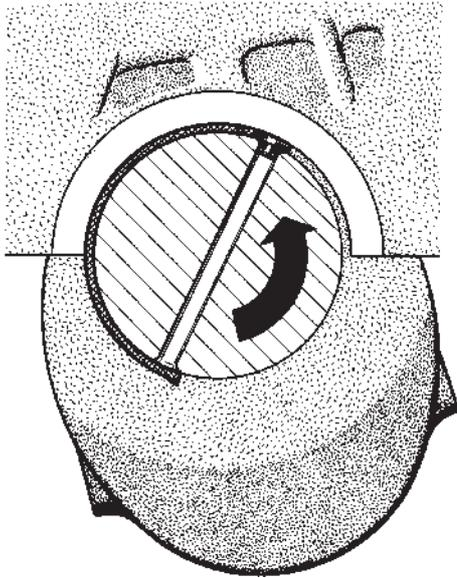

Fig. 92. Echange de coussinet de vilebrequin
6. Tourner le vilebrequin jusqu'à découvrir son orifice de passage d'huile. Placer une cheville dans cet orifice pour qu'elle entraîne le coussinet supérieur en faisant tourner le vilebrequin (figure 92).